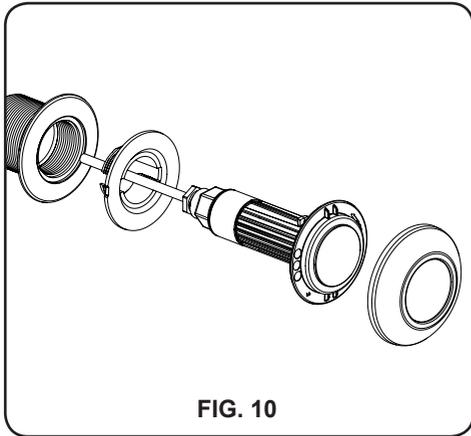

FIG. 10
1. Instalar o adaptador com rosca de 1 1/2" com a ajuda da chave fornecida (Fig. 10).